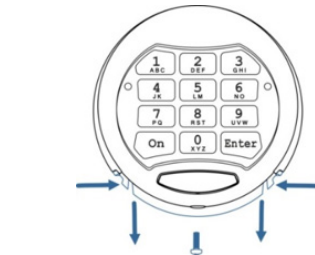

Fig. 5.1
- Le boîtier de batterie extractible (5) est situé derrière le boîtier du clavier (1).
- Retirez la vis située sous le boîtier de la batterie (voir Fig.5.1).
- Serrez les loquets de chaque côté et tirez le boîtier de batterie vers le bas (voir Fig.5.1)